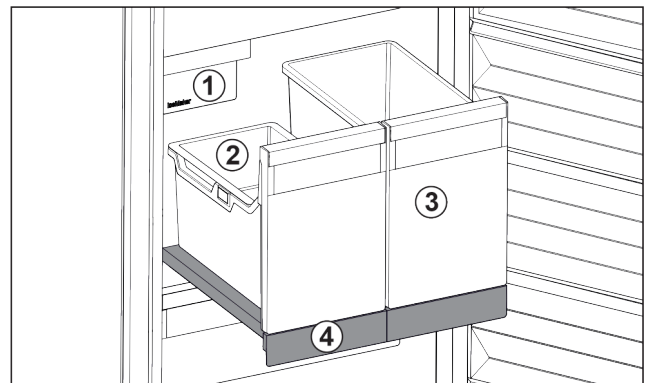

Fig. 32 Auszugsbord mit IceTower
- (1) IceMaker
- (2) Einhängeschale für Eiswürfel
- (3) Behälter für z. B. Pizza, alkoholische Getränke
- (4) Auszugsbord
Auf dem Auszugsbord sind zwei hohe Behälter (IceTower). Im Behälter Fig. 32 (2) werden Eiswürfel aus dem IceMaker gesammelt und gelagert. Behälter Fig. 32 (3) eignet sich für die Lagerung von hohen Lebensmitteln wie Pizzen oder alkoholischen Getränken.